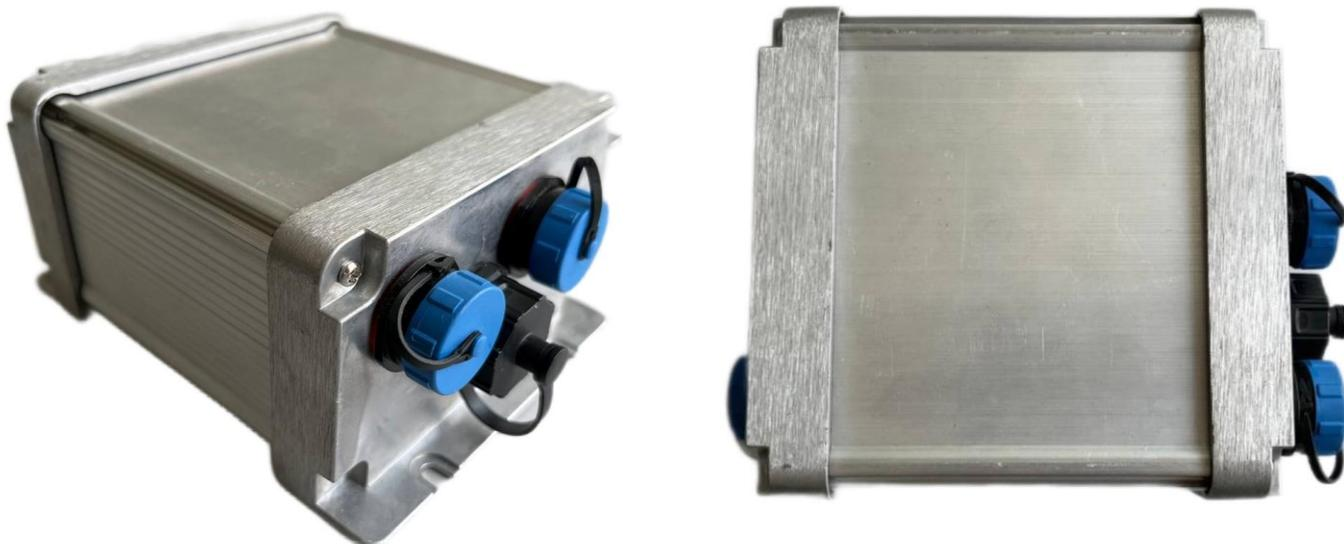

Рис. 1.1 Внешний вид ЭБ
1.4.1 Электронный блок. Внешний вид ЭБ приведен на Рис. 1.1.